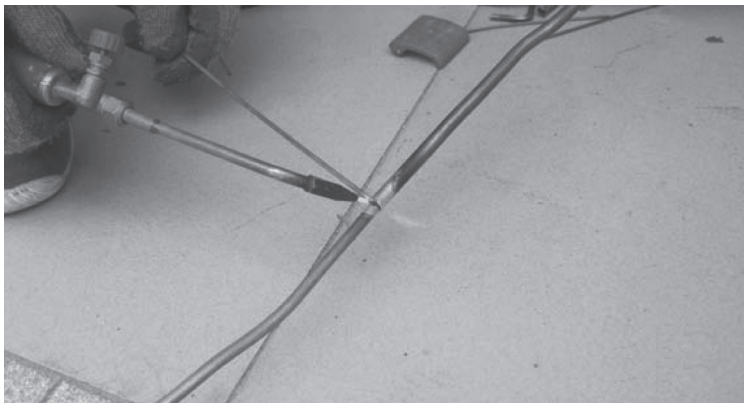

图 3-21 加热焊条
2) 把焊条放置于两管口之间,加热部位随之移到两管口之间,如图3-21所示。